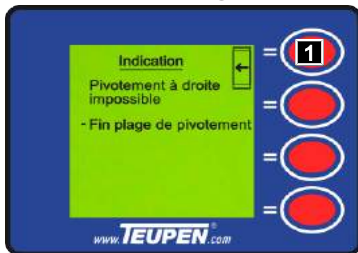

Fig. 78
2. Retourner au niveau précédent avec la [touche de fonction] (Fig.78/1).